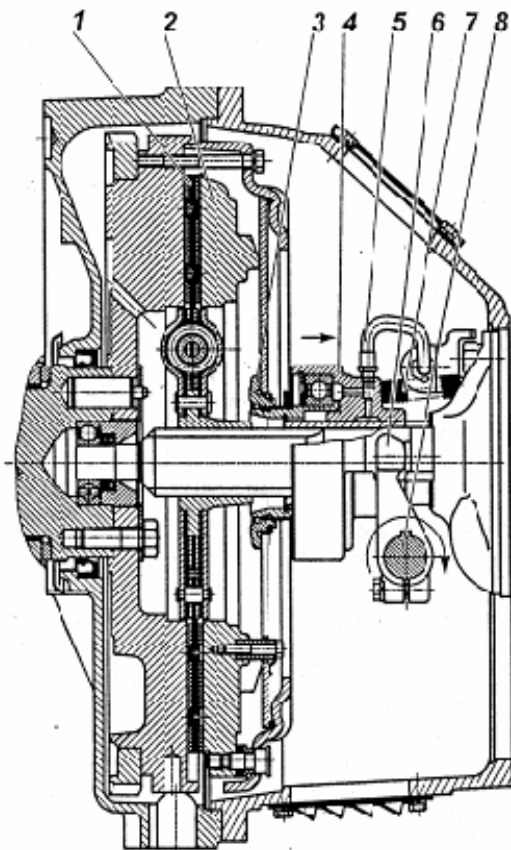
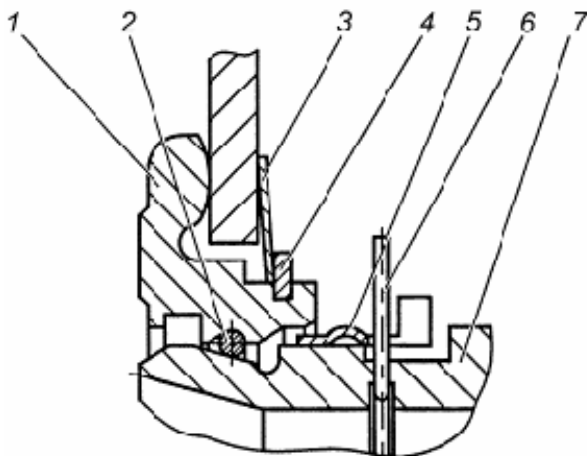

Рис. 99. Сцепление:
Рис. 101. Запорное устройство:
Диафрагменное сцепление (рис. 99) состоит из ведущих и ведомых частей, а также деталей механизма выключения сцепления, устанавливаемых в картер сцепления.
Механизм выключения сцепления состоит из муфты 4 (рис. 99) с подшипником, вилки 6 и валика 8. Муфта соединена через упорное кольцо 3 с диафрагменной пружиной с помощью запорного устройства.
Оттяжная пружина 7 (рис. 99) исключает проворот и осевые перемещения втулки 7 относительно упорного кольца 1 (рис. 101). По мере износа фрикционных накладок муфта выключения сцепления 4 перемещается вместе с пружиной в сторону маховика, при этом конструкция привода выключения сцепления автомобиля или другого транспортного средства обеспечивает поворот вилки 6 (рис. 99) по часовой стрелке после выбора зазора между лапками вилки и муфтой за счет периодической регулировки привода или постепенный поворот за счет конструкции гидропривода.
Конструкция запорного устройства показана на рис. 101. Она включает в себя упорное кольцо 1, втулку подшипника муфты 7 с фасонной канавкой, пружинное кольцо 2 круглого сечения, а также замковое кольцо 5. Упорное кольцо 1 устанавливается на диафрагменную пружину при сборке нажимного диска с кожухом и удерживается за счет пружинной шайбы 3 и стопорного кольца 4. На рисунке муфта заперта (соединена) с упорным кольцом. Внутри втулки подшипника муфты 7 установлено предохранительное кольцо 6, имеющее снаружи выступающий ус, препятствующий случайному рассоединению муфты выключения сцепления и упорного кольца 1.
Выключение сцепления обеспечивается поворотом вала по часовой стрелке. Допустимое направление перемещения муфты и поворота вала для выключения сцепления показано на рис. 99 стрелками. Перемещение муфты и поворот вала в обратном направлении не допустимо.
- 5 С помощью специальной оправки сцентрировать кольцо 3 (рис. 101) относительно оси коленчатого вала двигателя.
- 2 Убедиться, что муфта выключения сцепления отведена до упора в крышку подшипника первичного вала коробки передач пружиной 7 рис. 99.
Проверка качества установки сцепления (отсутствие "ведения", контроль величины крутящего момента на валу вилки) осуществляется на неработающем двигателе. Для этого необходимо повернуть вал вилки на угол $9^{\circ}30' \dots 11^{\circ}$ по часовой стрелке, что соответствует перемещению муфты на 11...13 мм от двигателя. При этом выходной вал коробки передач, при включенной передаче, должен вращаться при приложении крутящего момента не более 5 Н·м (0,5 кгс·м). Поворот вала вилки выключения сцепления по часовой стрелке показан на рис. 99.
- 4 Совместить полукруглый паз на муфте выключения сцепления в передней ее части с выступающим усом предохранительного кольца 6 (рис. 101) и, утопив его каким-либо предметом, удерживать в утопленном положении через центральное отверстие муфты выключения сцепления.